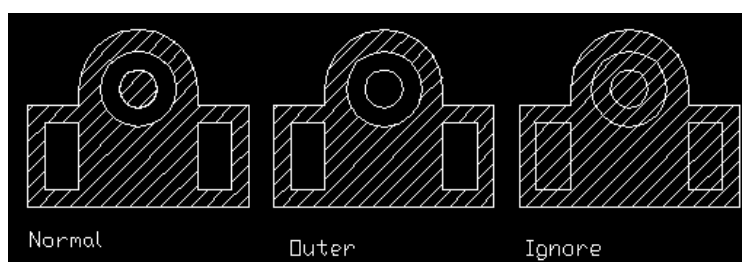

Рис. 5.4. Различные стили штриховки
На рис. 5.4 приведен пример использования различных стилей штриховки.
1. Создайте объекты, изображенные на рис. 5.4.